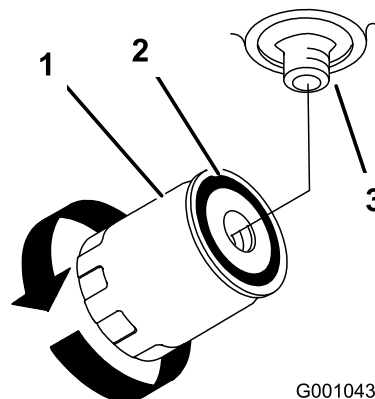

Figura 100
7. Spalmate un velo sulla guarnizione di gomma sul nuovo filtro (Figura 100).
9. Riempite il serbatoio idraulico con il fluido idraulico fino a quando il fluido non fuoriesce da filtro e poi girate il filtro del fluido in senso orario fino a quando la guarnizione in gomma non viene a contatto con l'adattatore del filtro, poi serrate il filtro di un altro ½ giro (Figura 100).